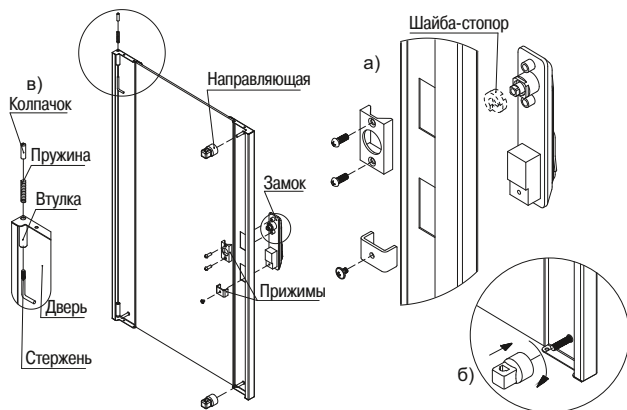

Рисунок 11 – Сборка дверей
3.3.1 Извлеките из второго места стеклянную или перфорированную дверь в зависимости от комплектации. Вставьте замок в посадочные квадратные отверстия, закрепите замок прижимами (рисунок 11 а), направляющие наверните на шпильки (рисунок 11 б).
3.3.2 Для сборки петли сначала вставьте пружину во втулку, пропустите во втулку стержень и заверните колпачок (рисунок 11 в).